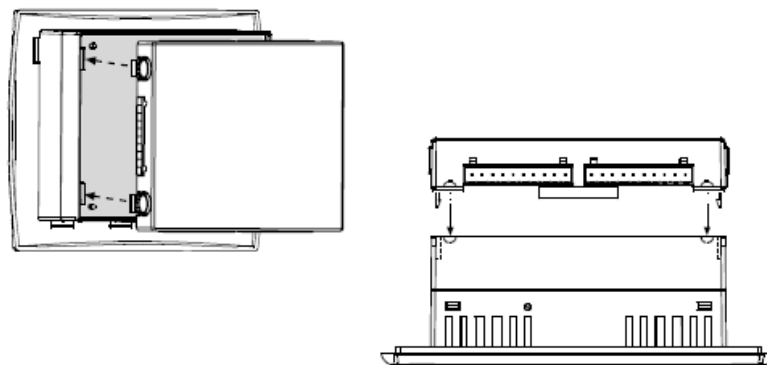
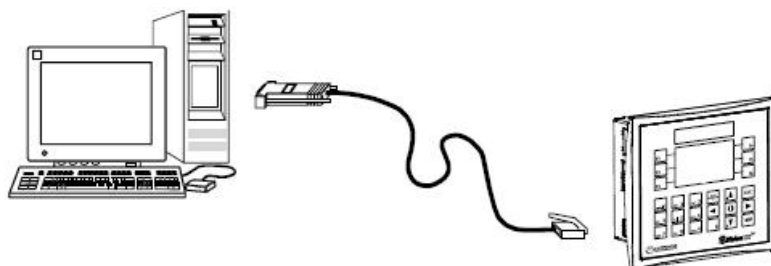

Рисунок 6. Установка встраиваемого модуля ввода/вывода
Рисунок 7. Подключение персонального компьютера к контроллеру
Чтобы улучшить рабочие характеристики системы, избегайте электромагнитных помех, монтируя контроллер на металлической панели и заземляя источник питания, как это показано на Рис. 7, стр. 16
Для работы контроллера требуется внешний источник питания 12 или 24 В пост.тока. Допустимый диапазон входного напряжения: 10,2–28,8 В пост.тока, с пульсацией не более 10%. Во внешней цепи необходимо установить предохранитель, как показано на Рис. 7, стр. 16.
- заземления источника питания контроллера, подключая сигнал шасси к панели, как показано на Рис. 6, стр. 14, и подключая клиновидный конец к источнику питания, как показано на Рис. 7 выше.
1. Снимите при помощи лезвия отвертки колпачок, показанный на Рис. 6, стр. 14.
Адаптер позволяет встраивать в систему модули расширения входов/выходов. Подключите кабель расширения входов/выходов в соответствующий порт, расположенный в основании контроллера, подключите кабель с адаптером, и затем подключите к адаптеру модули расширения входов/выходов. Точные указания даны в инструкциях к адаптеру и модулями расширения входов/выходов. Местоположение порта расширения входов/выходов показано на Рис. 6, стр. 14.
Интерфейс «RS232» реализуется через стандартные последовательные порты «RJ-11», расположенные на боковой части контроллера, показанные на Рис. 6, стр. 14.
Порт «CANbus» расположен на боковой стороне контроллера, как показано на Рис. 6, стр. 14. При помощи этого порта можно создать децентрализованную сеть управления для максимум 63 контроллеров. Иногда такую сеть называют мультимастерной сетью. В такой сети «CANbus» допускает обмен данными между ПЛК.